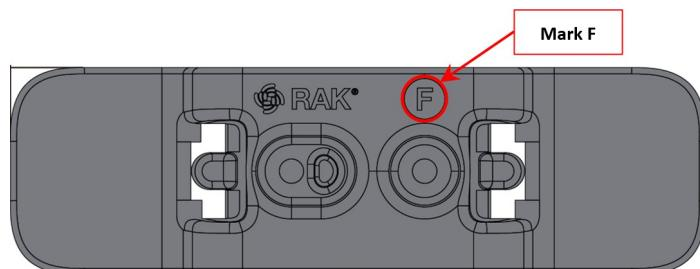

Abbildung 22: Mit dem Buchstaben F gekennzeichnetes Befestigungszubehör
1. Verwenden Sie für die DIN-Halterung zwei (2) Halterungszubehörteile mit der Kennzeichnung **F**, wie in **Abbildung 22**